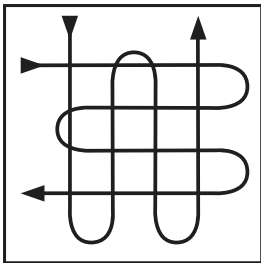

Рис. 4
- во избежание наплывов, делайте перерыв между повторным окрашиванием поверхности (особенно вертикальной), достаточный для высыхания предыдущего слоя (Рис. 4).